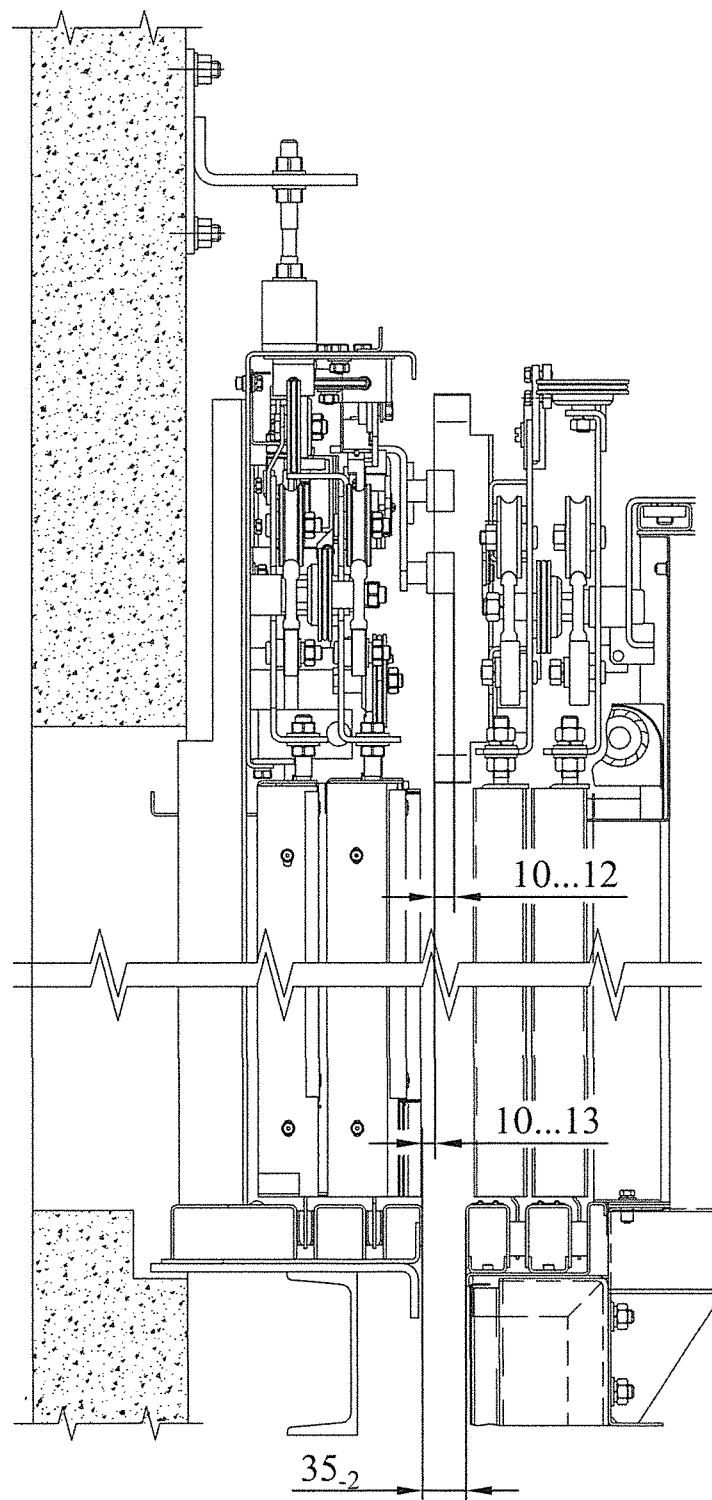

Рисунок 5 – Взаимодействие дверей шахты и привода дверей кабины
2.2.1 При условии точного монтажа, должно быть обеспечено расположение дверей шахты относительно дверей кабины. Установив кабину «в этаж» и выровняв порог кабины с порогом двери шахты, должны соблюдаться следующие размеры (рисунок 5):